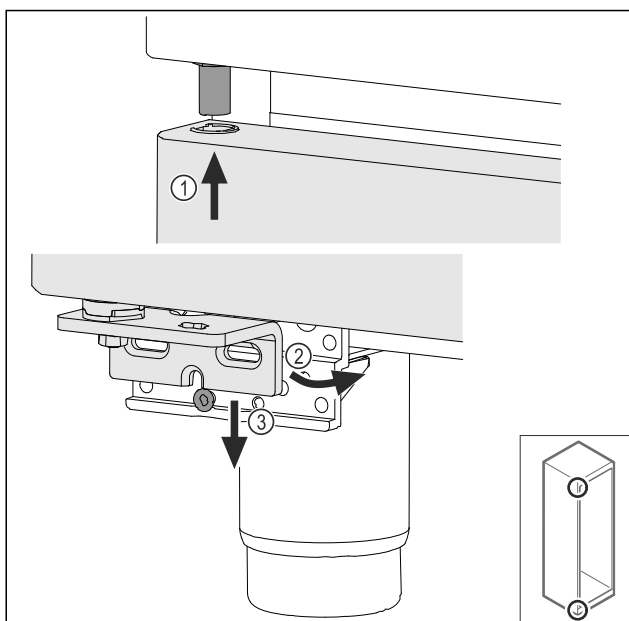

Fig. 39
- ▶ Luta dörren något och lirka in den upptill Fig. 39 (1), rätta upp dörren Fig. 39 (2) och sätt den på lagerbockskraven Fig. 39 (3) nedtill.